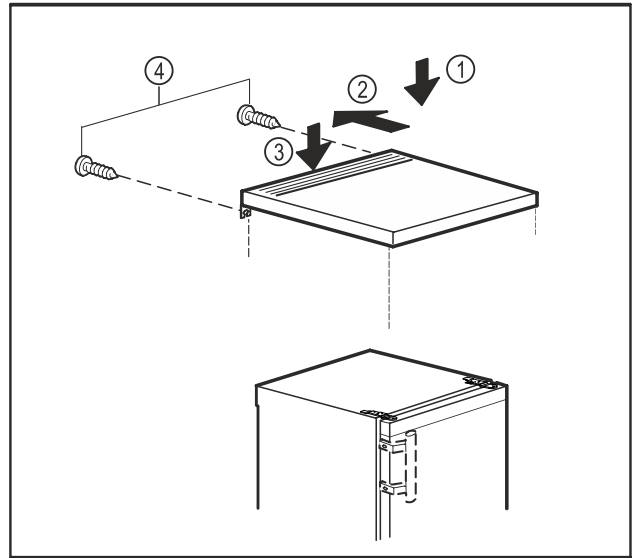

Fig. 11
- Aseta pöytälevy laitteen päälle. Fig. 11 (1)
- Työnnä pöytälevyä taaksepäin. Fig. 11 (2)
- Paina pöytälevyä takaa alaspäin. Fig. 11 (3)
- Kierrä takapuolella olevat ruuvit kiinni. Fig. 11 (4)